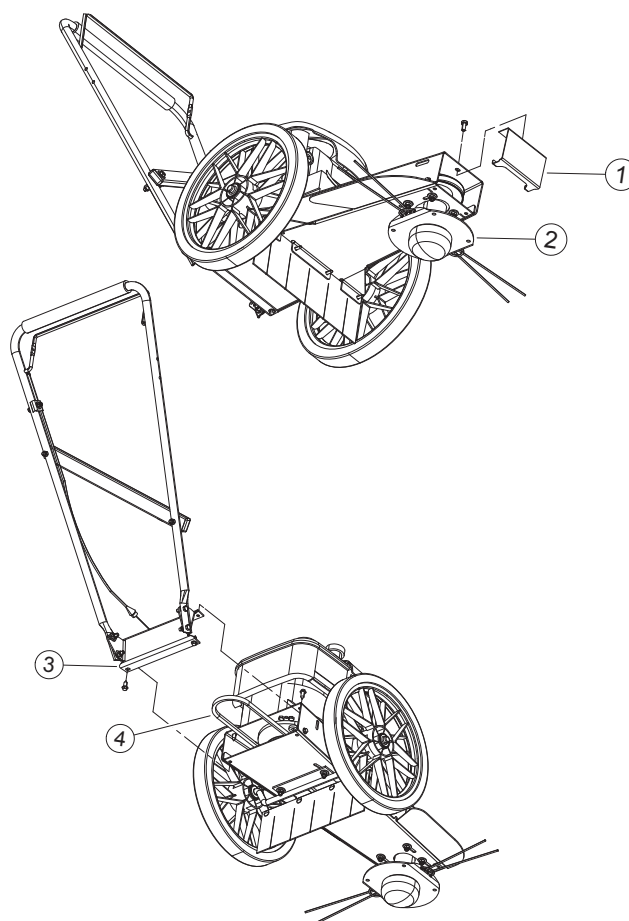

Рис.8
2. Снимите переднюю крышку (1) Рис. 8.
3. Открутите 4 болта, чтобы отсоединить шпиндельную головку (2) Рис. 8 от рамы.
4. Открутите 4 болта, чтобы снять заднюю крышку с рукоятками (3) Рис. 8.